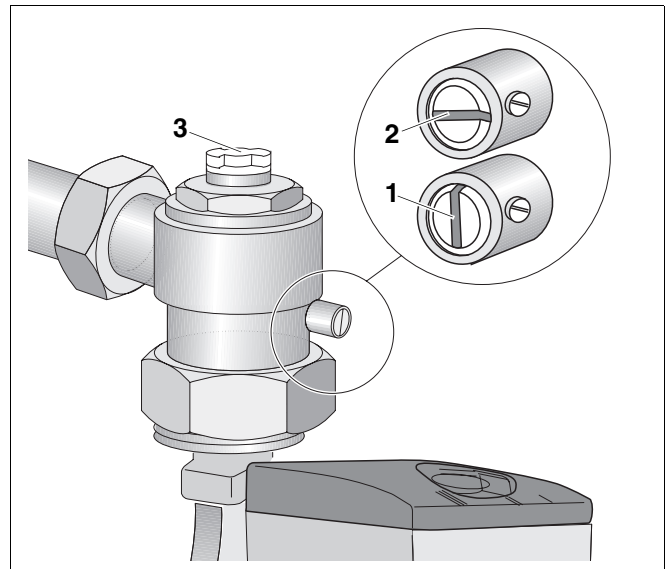

Abb. 9 Heizschlange über Eck-Rückschlagventil entlüften
- Schraubenschlitz der Stellschraube des Eck-Rückschlagventils in senkrechte Position (Abb. 9, **Pos. 1**; immer geöffnet) drehen.
- Entlüftungsventil (Abb. 9, **Pos. 3**) öffnen.
- Entlüftungsventil (Abb. 9, **Pos. 3**) schließen, sobald Füllwasser blasenfrei aus dem Entlüftungsventil austritt.
- Schraubenschlitz der Stellschraube des Eck-Rückschlagventils in waagerechte Position (Abb. 9, **Pos. 2**; immer geschlossen – Betriebszustand) drehen.